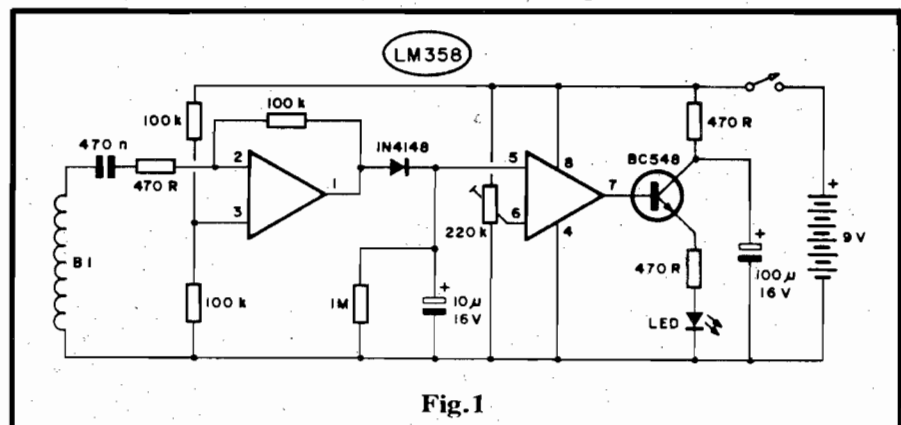

Fig. 1
- FIG. 1 - O CIRCUITO - Centrado num único Integrado (que, contudo, "embute" dois Amplificadores Operacionais muito sensíveis e versáteis...), tipo LM358 (CA1458...), o circuito tem seu diagrama muito simples mostrado na figura. O primeiro dos dois Amp.Ops. contidos no Integrado, delimitado pelos pinos 1-2-3, está arranjado em Amplificador de altíssimo ganho, cujo fator de amplificação é dimensionado pela relação dos valores do resistor de realimentação (100K, do pino 1 ao pino 2) e de Entrada (470R, ao pino 2). A Entrada Não Inversora (pino 3) é mantida a "meia Tensão" da alimentação geral, via resistores de 100K, "empilhados", que através do seu ponto de junção polarizam a dita entrada... Os campos eletro-magnéticos oscilantes ou pulsados que se pretende detectar, são captados pela bobina sensora B1, nela desenvolvendo pequenos sinais elétricos, os quais são levados, via capacitor isolador de 470n à Entrada Inversora do Amp.Op. (pino 2). Depois de grandemente amplificados, os sinais se apresentam na Saída desse Amp.Op., pino 1, após o que são retificados pelo diodo IN4148 e "depositados" sobre o capacitor de "armazenamento", o eletrolítico de 10u "pa-